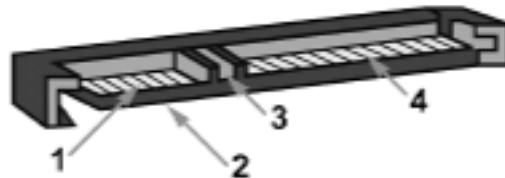

Abbildung 5.12 Ein typischer Geräteanschluß (SCSI Trade Association)
- Geräteanschluß: typischerweise zwei Ports. Abwärtskompatibel zu SATA (Abbildung 5.12).